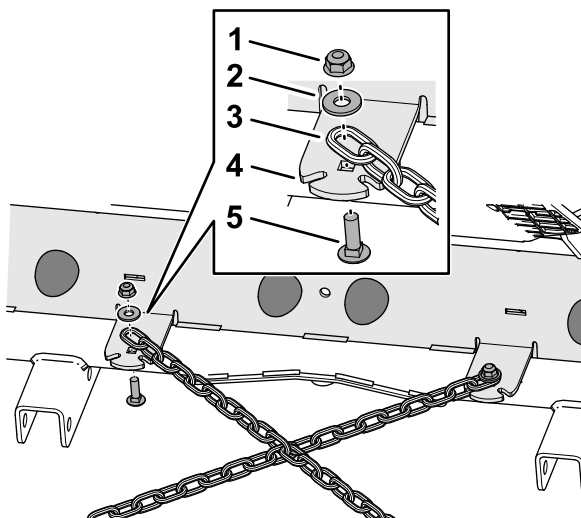

図 5
2. 牽引バー用の短いチェーンの端のリンクを、後フレームプレートにあるチェーンタブの穴に連結する図 5。
3. チェーンをチェーンタブに取り付けるキャリッジボルト5/16 x 1"、ワッシャ $\frac{3}{8}$ x $\frac{7}{8}$ "、フランジロックナット5/16"を使用して図 5 のように取り付ける。